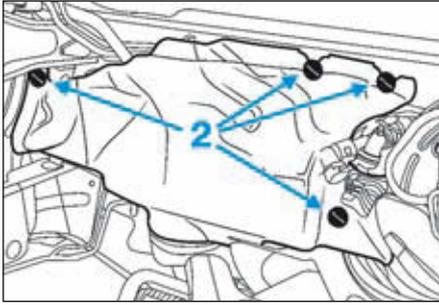

FIG. 14
- les agrafes (2) de l'écran thermique de tablier (Fig.14),